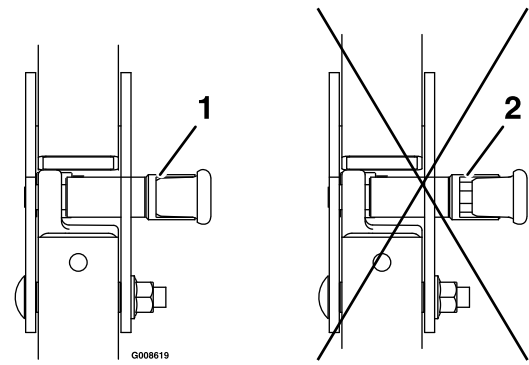

Bild 9
1. Heben Sie den Überrollbügel in die Betriebsstellung an und drehen die Handräder, bis sie sich teilweise in den Schlitzen bewegen (Bild 9).
2. Klappen Sie den Überrollbügel ganz hoch und drücken Sie gleichzeitig auf den oberen Überrollbügel, damit die Stifte einrasten, wenn die Löcher mit den Stiften ausgefluchtet sind (Bild 9).
3. Drücken Sie auf den Überrollbügel, um sicherzustellen, dass beide Stifte einrasten (Bild 9).